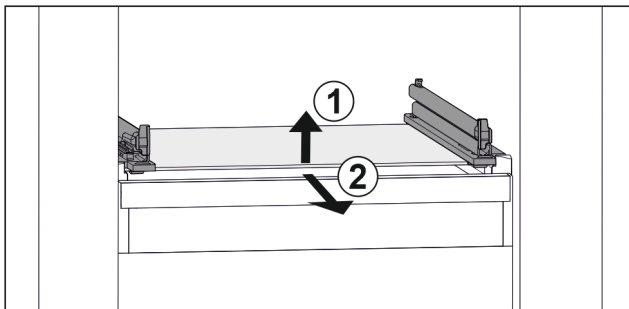

Fig. 51 Exemple de représentation de la tablette en verre
- ▶ Soulever la tablette en verre par l'avant. Fig. 51 (1)
- ▶ Retirer la tablette en verre par l'avant. Fig. 51 (2)